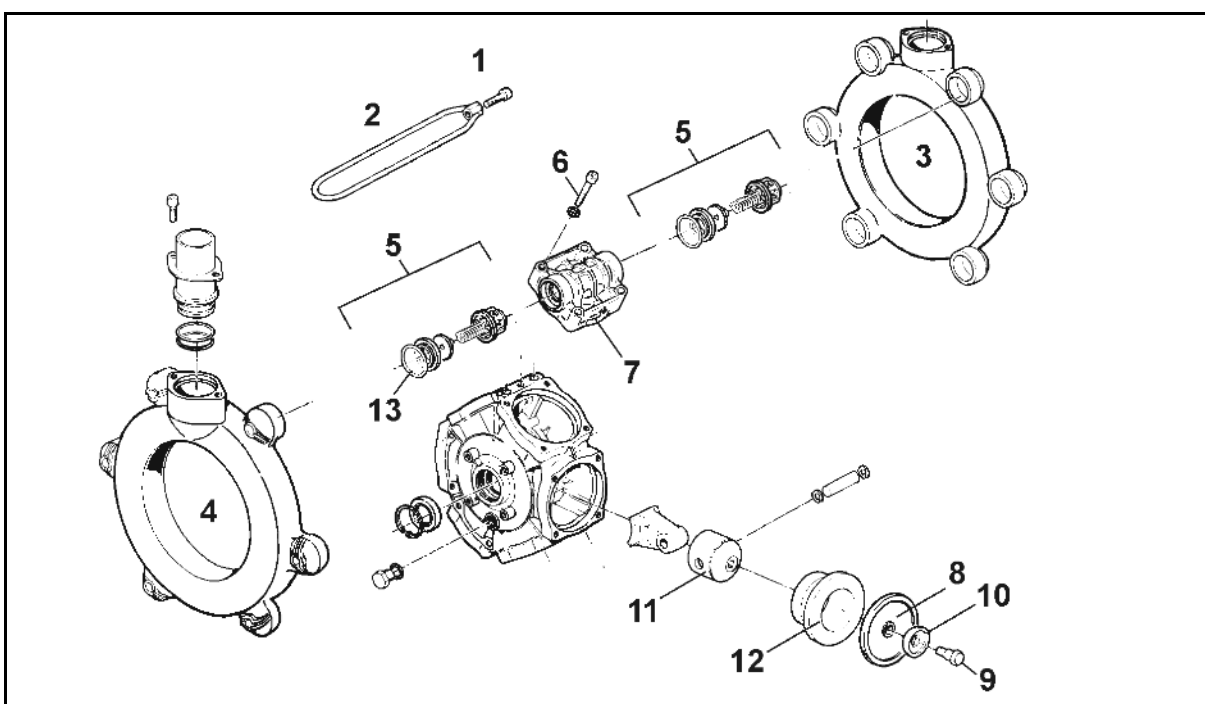

Fig. 174
- Kontroller at stempelmembranene (Fig. 174/8) fungerer som de skal minst én gang i året ved å demontere dem.
- Legg merke til hvordan ventilene på suge- og trykksiden er montert før du demonterer ventilgruppene (Fig. 174/5).
- Prinsipielt må alle stempelmembraner (Fig. 174/8) skiftes ut, også når bare én stempelmembran er svellet, brukket eller porøs.
2. Løsne skruene (Fig. 174/1) og fjern spennbøylen (Fig. 174/2).
3. Ta ut suge- og trykkanalen (Fig. 174/3, Fig. 174/4) med ventilgruppene (Fig. 174/5).
4. Ta av topplokket (Fig. 174/7) etter at du har skrudd ut skruene (Fig. 174/6).
5. Kontroller stempelmembranen (Fig. 174/8).
- Stempelmembranen (Fig. 174/8) festes til stempelet (Fig. 174/9) med støtteskive og skrue (Fig. 174/11), slik at kanten peker mot siden av topplokket (Fig. 174/7).
- Mutterne (Fig. 174/1,2) må alltid skrues fast over kryss med det oppførte dreiemomentet. Er ikke boltene strammet korrekt, gjør det at pumpen blir utett.
1. Skruen (Fig. 174/11) løsnes og stempelmembranen (Fig. 174/8) tas av stempelet (Fig. 174/9) sammen med støtteskiven.
3. Ta sylindren (Fig. 174/10) ut av pumpehuset.
6. Sett sylindren (Fig. 174/10) inn i pumpehuset igjen.
7. Monter stempelmembranen (Fig. 174/8).
8. Toppløkket (Fig. 174/7) flenses til pumpehuset og skruene (Fig. 174/6) trekkes jevnt til over kryss.
9. Når ventilgruppene (Fig. 174/5) er kontrollert og rengjort, monteres de igjen.
11. Suge- (Fig. 174/3) og trykkanalen (Fig. 174/4) flenses på pumpehuset.
12. Trekk til mutterne (Fig. 174/1,2) over kryss med et dreiemoment på **11 Nm**.